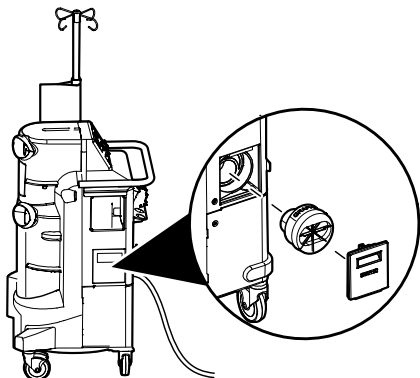

Figure 2 – Retrait et installation du filtre
2. Retirer la porte du logement du filtre (Figure 2).
5. Installer le nouveau filtre dans le logement du filtre et remettre la porte en place (Figure 2).